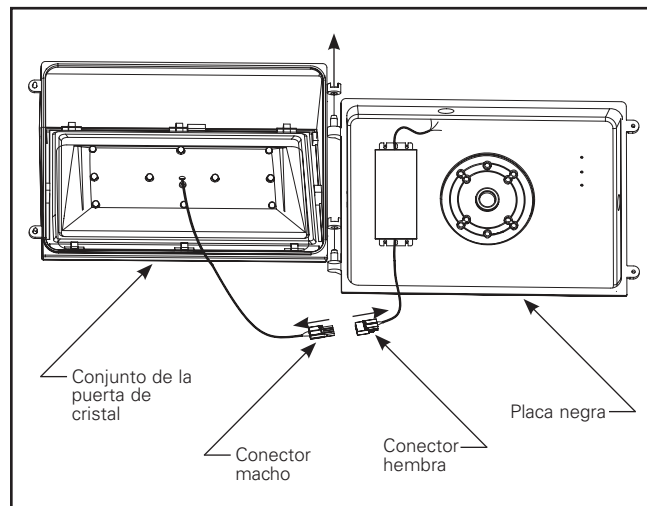

Figura 1.
1. Abra la luminaria aflojando los dos tornillos de cabeza Phillips en el lado opuesto a las bisagras. Desconecte los conectores macho y hembra. Retire el conjunto de la puerta de vidrio y déjelo a un lado con cuidado. (Figura 1)